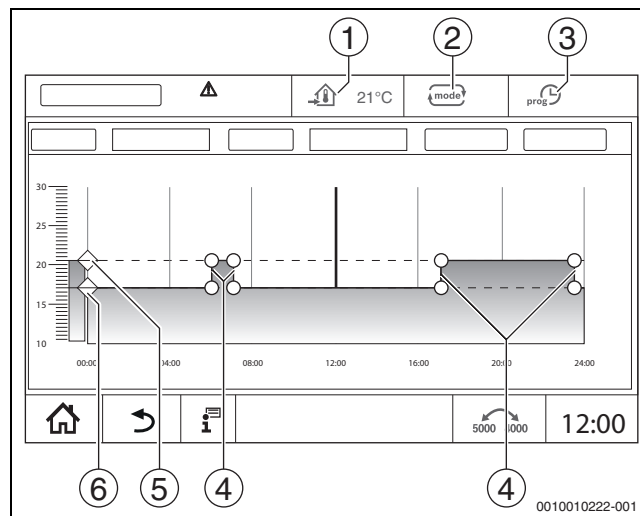

Рис. 20 Изменение "Автоматический пониженный режим" во временной программе
Для режимов работы (→ рис. 20, [2], стр. 21) и расширенных функций можно настроить собственные температуры и критерии переключений. Настройки можно выполнять отдельно для каждого отопительного контура и для каждого режима работы.
**Автоматический пониженный режим** предварительно задается через параметры в сервисных меню. Параметры можно изменить в программе работы по времени (→ рис. 20, [4], [6]).
- ▶ Измените значения температуры смещением точек (→ рис. 20, [5], [6]).